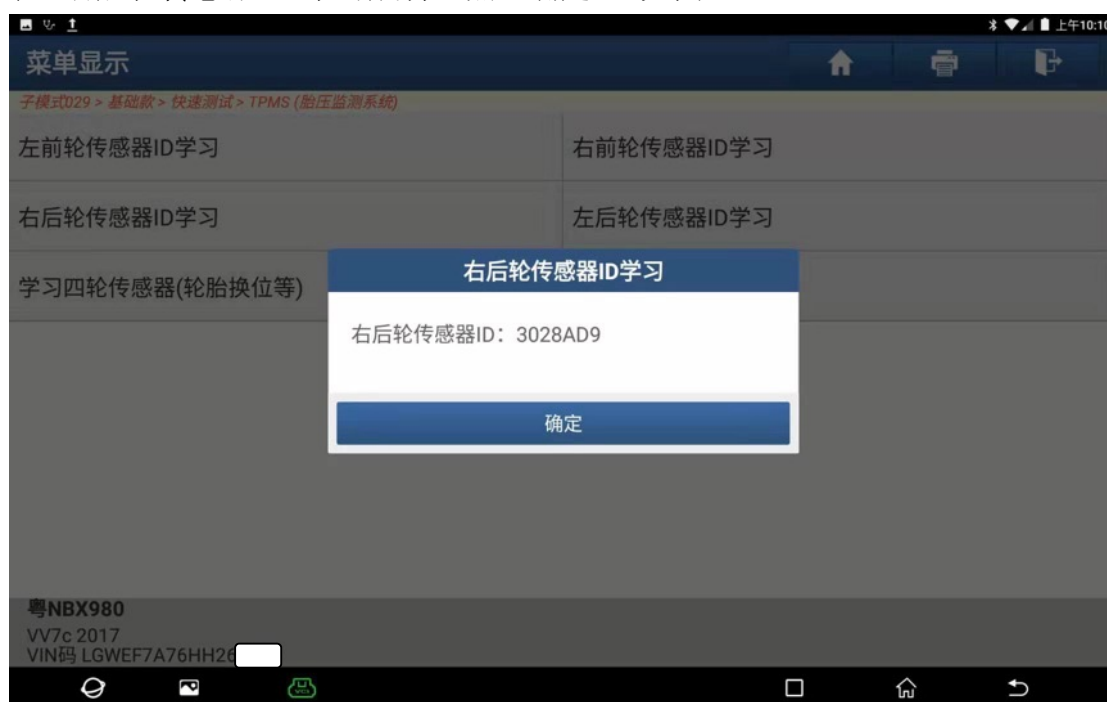

图 19
19). 右后轮传感器 ID 学习成功, 点“确定”, 如图 19: